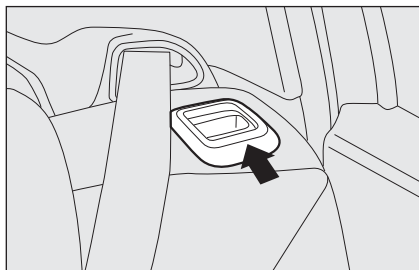

fig. 4
**AVVERTENZA** Il corretto aggancio dello schienale è garantito dalla scomparsa della “banda rossa” presente di fianco alle leve **fig. 4** di abbattimento schienale. Tale “banda rossa” indica infatti il mancato aggancio dello schienale. Nel riportare lo schienale in posizione di utilizzo accertarsi dell’venuto aggancio fino a percepire lo scatto di blocco.